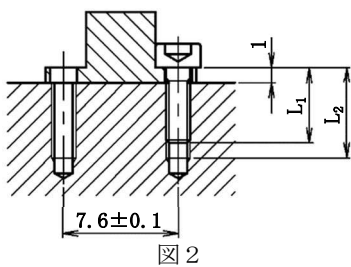

図2
- 図2を参照し、M1.6またはNo.0-80UNFのボルト(長さ5mm以上)を使用し、被測定物へ $L_1 \leq L_2$ となるように有効ネジ深さを取付けねじの長さ以上で加工してください。また、取付けねじの間隔は 7.6 ± 0.1 mmで加工してください。